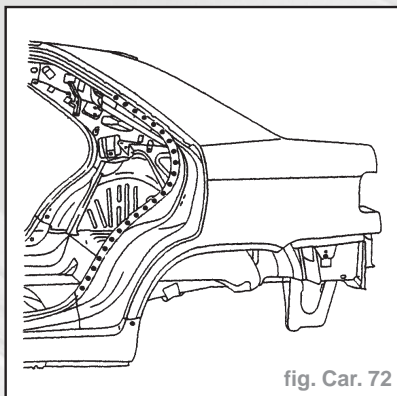

fig. Car. 72
- Souder par points électriques (fig. Car. 72).